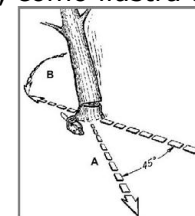

Figura 8
ADVERTENCIA Quando efetuar o corte mantenha pelo menos duas árvores de distância entre você e outros trabalhadores. Uma rota de fuga (A) deve ser planejada ou aberta antes que se inicie o corte. A rota de fuga deve se estender para trás e diagonalmente à linha de queda esperada da árvore, como ilustra a Figura 8.